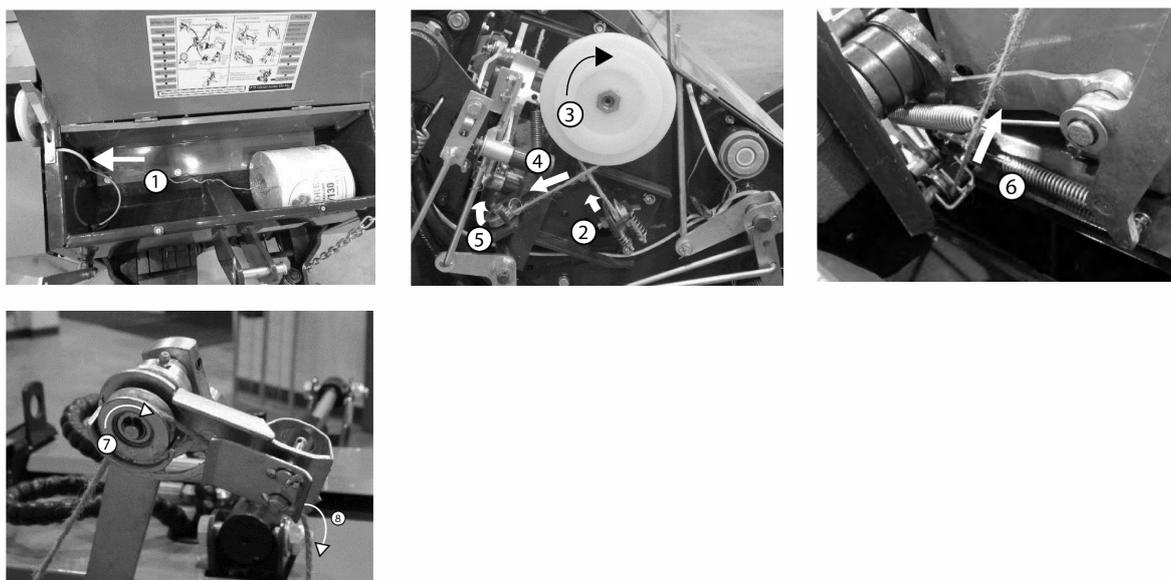

Рисунок 14
- Поместите рулон(ы) в камеру лицом к себе, как показано на (Рис. 14).
- Проденьте шпагат через механизм, как показано на (Рис. 14), в порядке от 1 до 8. Сбоку камеры для хранения шпагата есть отверстие для подачи шпагата, рядом со стрелкой, показанной на (Рис. 14). Убедитесь, что шпагат проходит через натяжитель, показанный на (Рис. 14) рядом с меткой № 2, а также через натяжитель на конце шпагатного рычага, показанного на (Рис. 14), рядом с меткой № 8.